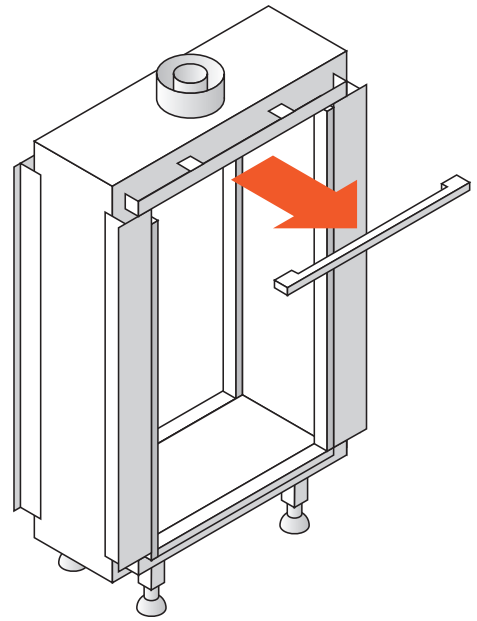

Abb. 9.5 Abneme die obere Verkleidung
- Nehmen Sie die untere Verkleidung ab (Abbildung 9.5).